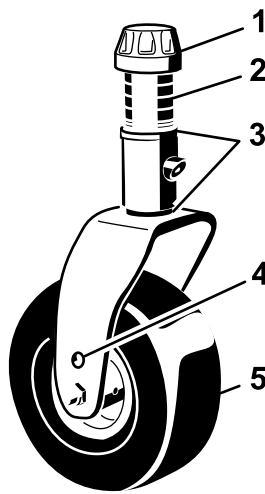

Figura 16
5. Retire el casquillo tensor del eje y deslice el eje fuera del brazo de la rueda giratoria (Figura 16).